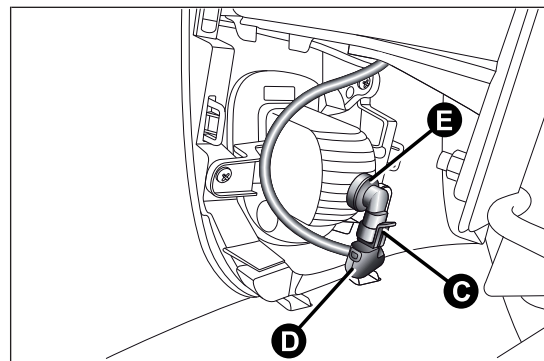

fig. 124
- ☐ actuar en la ballestilla C y soltar el conector eléctrico D fig. 124;